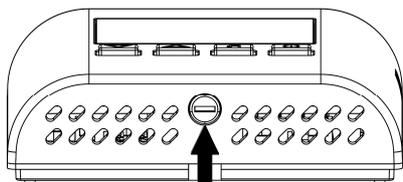

Abb. 2
- 1 Drücken Sie mit Hilfe eines Schraubendrehers die Verriegelung (linke Gehäuseseite) nach hinten (Abb. 2).